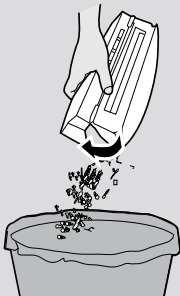

Fig. 18
2. Tenez le bac à poussière au-dessus d'une poubelle. [Fig. 18]